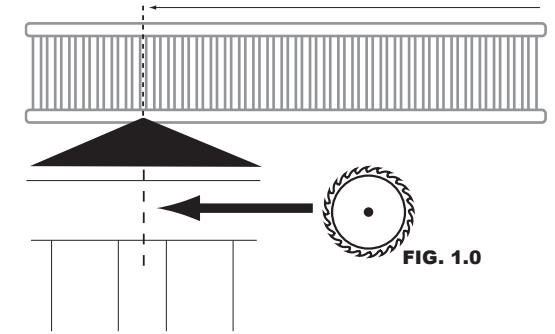

FIG. 1.0
Selon la configuration souhaitée, il peut être nécessaire de couper les tablettes et les barres de penderie sur mesure. Se reporter à la figure 1.0 pour les emplacements de coupe recommandés.
4. En utilisant les mesures de longueur des tablettes (A) et des barres de penderie (B) de la configuration sélectionnée (se reporter au schéma de configuration sélectionnée), mesurer et couper la longueur des tablettes (A) et des barres de penderie (B). (Voir la Fig. 1.0 pour les emplacements de coupe recommandés). **(Remarque : Couper les tablettes au centre de la ligne. Si l'emplacement de la coupe tombe sur une latte, couper le long de l'espace le plus proche de la ligne).**